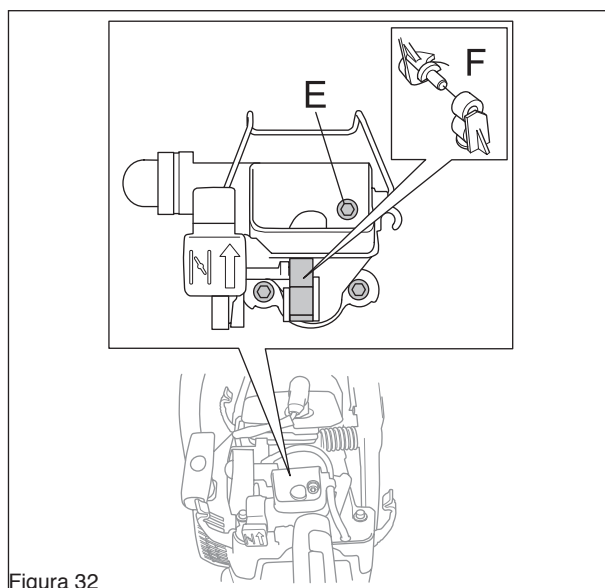

Figura 32
5. Desenrosque los tornillos (E) y desenganche los soportes de goma (F). (Ver la figura 32).